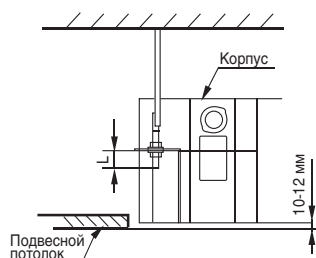

Рис. 4-1
4.1. Выбор места установки (рис. 4-1, 4-2, 4-3 и табл. 4-1)
- Отрегулируйте расположение блока, убедившись в том, что расстояния между корпусом блока и потолочной конструкцией одинаковы по всему периметру корпуса блока. Нижняя поверхность корпуса блока должна быть утоплена в потолочную поверхность на 10-12 мм (рис. 4-1).